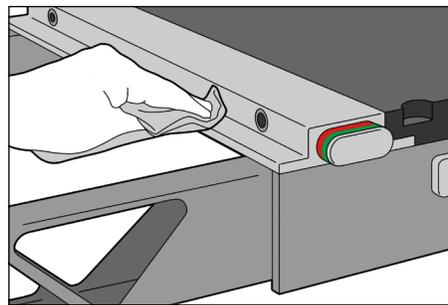

Fig. 2
2. Limpie cualquier pelusa o residuo que se encuentre en la parte exterior del seguro. (Fig. 2)